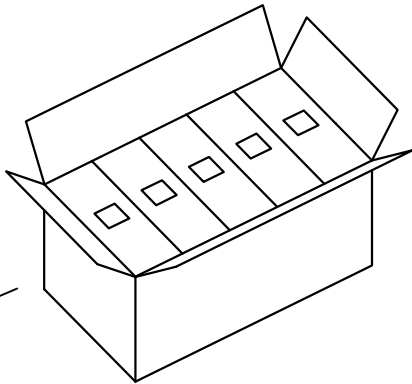

图4 外箱
- 3: 如图4, 每外箱装10内盒, 数量为10X(5X1000pcs)。